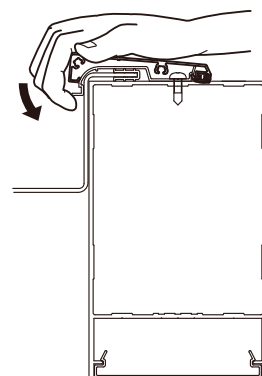

図9-39 端部の場合
- ④屋根固定材カバーを屋根固定材にはめ込んでください。(図9-38、図9-39参照)
- ⑤固定材キャップをフレームに下穴φ3.5をあけ【3-2】、【3-7】で取付けてください。